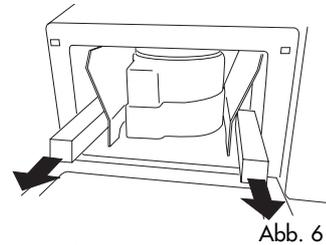

Abb. 6
- Die beiden Polystyrolteile, die sich an den Seiten des Innenraums befinden, herausziehen (Abb.6).